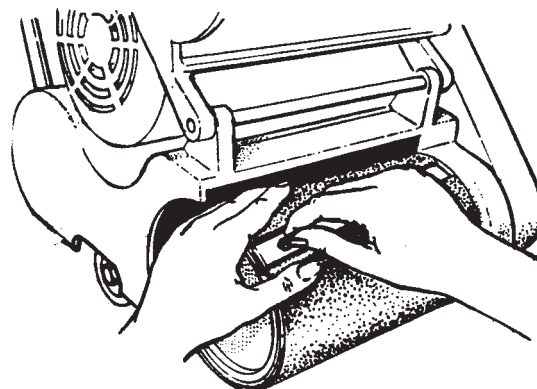

Figure 8
6. Pour installer l'abrasif sur un tambour de ponçage équipé d'une bride du papier : desserrer les vis de la bride avec une pièce de monnaie. Ne pas retirer les vis ni la bride du tambour de ponçage. Introduire un bord du papier abrasif sous la bride. Tourner le tambour pour enrouler l'abrasif autour du tambour. Introduire l'autre bord de l'abrasif sous la bride. Centrer l'abrasif et supprimer tout jeu de l'abrasif. Visser les vis sur la bride du papier. Fermer le capot du tambour. Voir Figure 8.